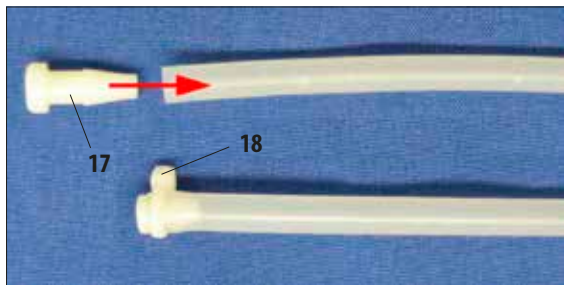

Рис. 27
Если требуется всего одна или две станции промывки, закройте неиспользуемые шланги с помощью заглушек (17), см. рис. 27.
- Для этого вставьте заглушку в конец шланга путем проворачивания и зафиксируйте кабельной стяжкой (18).